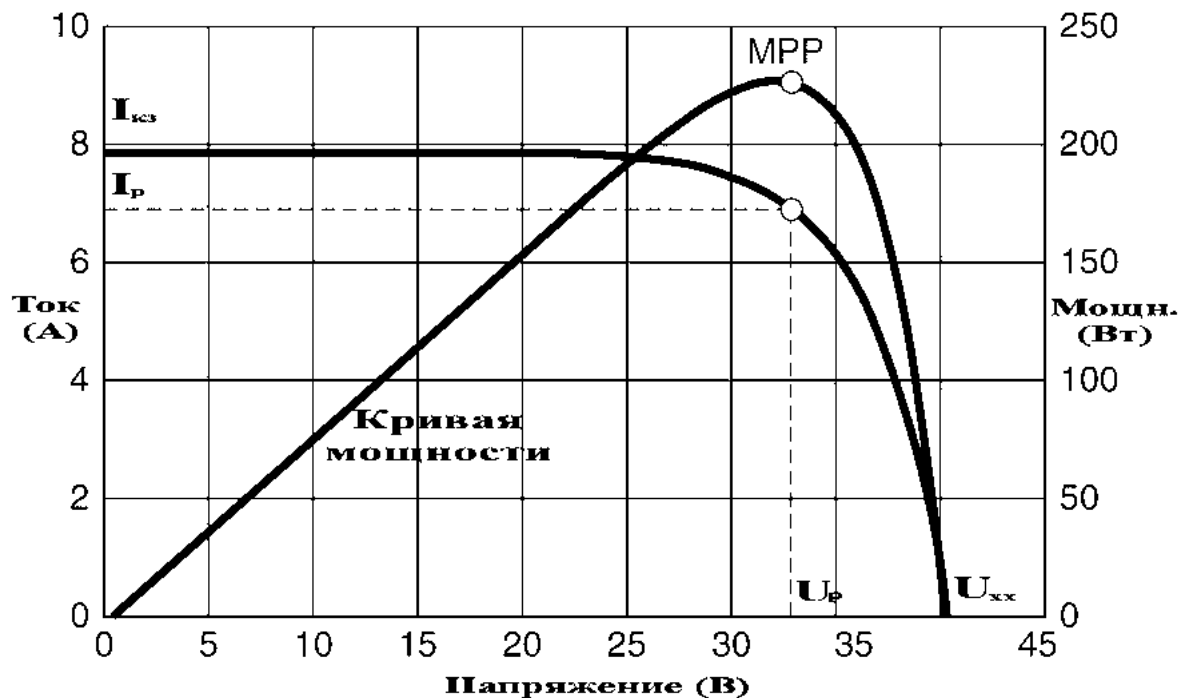

Рис. 1: Типичная ВАХ солнечной батареи с нанесенной на нее кривой выдаваемой мощности
1. Собрать установку в конфигурации "Исследование солнечной энергетики" (рис.1).ВНИМАНИЕ: запрещается прикладывать чрезмерные усилия для закрепления разъема, соединяющего модуль управления с прожектором, так как это как может повредить соединительные элементы.